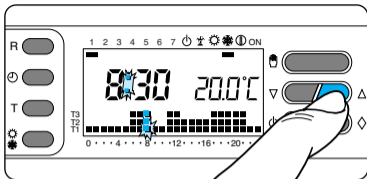

Fig. 65
*AUTOMATICO. Premendo il pulsante  $\nabla$  oppure  $\Delta$  compaiono sul display i valori di temperatura assegnati ai rispettivi livelli (fig. 65). Ripristinare eventualmente il livello di temperatura dell'ora corrente.*